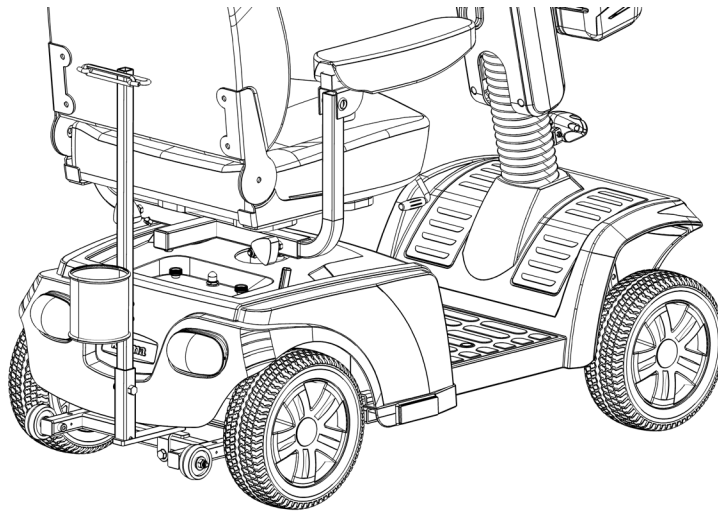

Figure 10.1
10.1 Crutch Holder (Figure 10.1)